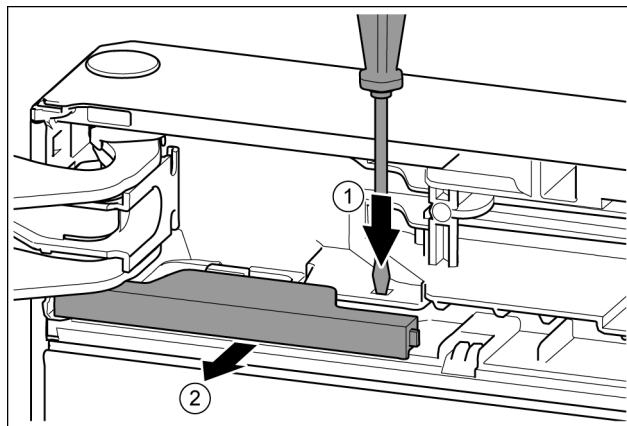

Fig. 9
- ▶ 用带槽螺丝刀按住接片。Fig. 9 (1)
- ▶ 将盖板从闭锁中拉出。Fig. 9 (2)